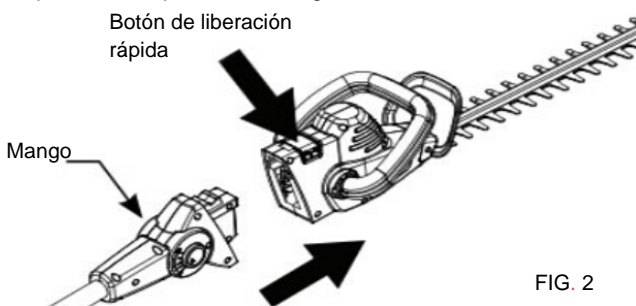

FIG. 2
2. Introduzca el tubo telescópico en el cabezal de corte del cortasetos de tubo. (Fig. 2) Presione el botón de liberación rápida hasta la posición de asegurado.